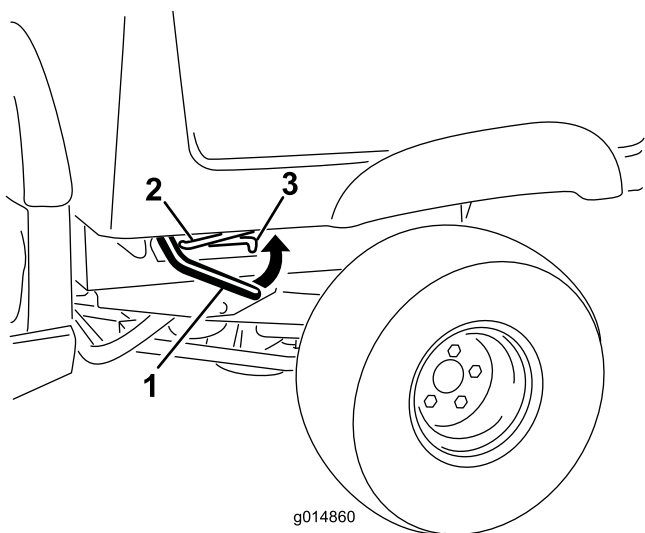

Figura 1
- Levante la palanca situada en cada lado de la plataforma y eleve la plataforma (Figura 1).
3. Tire de la varilla de soporte hasta que entre en la muesca, afianzando la plataforma (Figura 1).